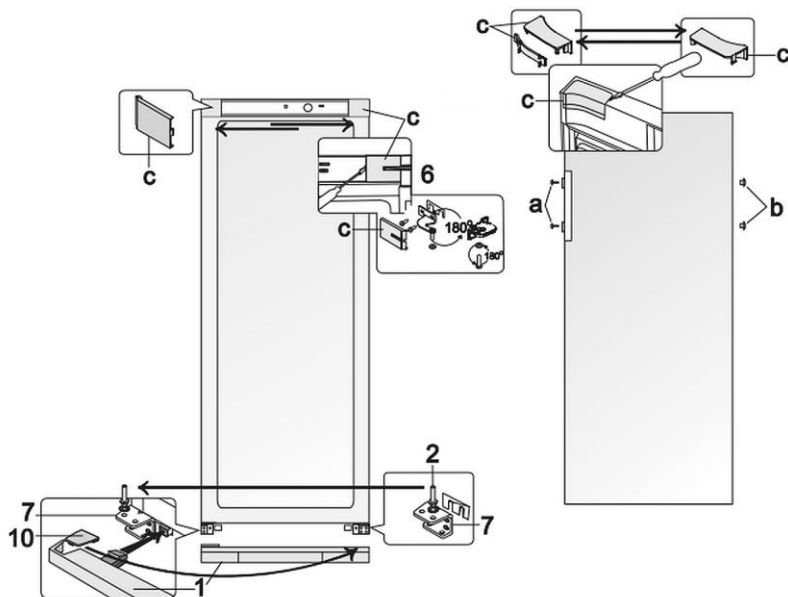

Abb. 6
1. Entfernen Sie die Abdeckleisten (c, Abb. 6) vom Gehäuse und Türinnenseite.
2. Nehmen Sie die obere Halterung (6) samt Unterlegscheiben mit aufgestülpten Unterlegscheiben und Kunststoffdichtung unter der Halterung ab.
4. Nehmen Sie die untere Abdeckleiste (1) ab.
5. Lösen Sie den Tragstift (2) von der unteren Halterung (7).
6. Schrauben Sie ihn zusammen mit allen Scheiben an der gegenüberliegenden Halterung (7), symmetrisch der vorherigen Stellung.
7. Setzen Sie die Kühlschranktür auf den Tragstift (2) von Halterung (7).
8. Drehen Sie die Halterung (6) samt Tragstift, aufgestülpten Unterlegscheiben und Kunststoffdichtung um 180 °.
10. Setzen Sie die Halterung (6) in der Kühlschranktür ein und schrauben Sie diese in die Öffnungen auf der Gegenseite des Kühlschranks fest.